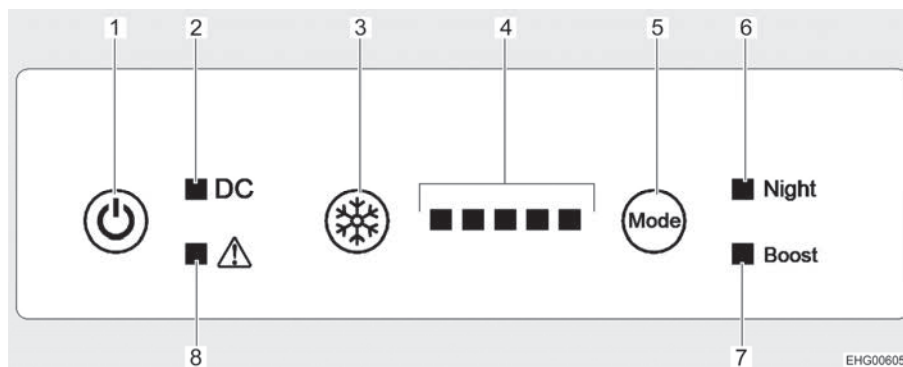

Bild 132 Reglage, knappar (kylskåp)
Slå på: ■ Tryck på På/Av-knappen (Bild 132,1) i en sekund. Summertonen hörs, alla kontrollampor tänds (ljustest) och släcks efter ca 10 sekunder. Endast driftkontrollampen (Bild 132,2) förblir tänd och indikerar att kylskåpet fungerar. Kompressorn startar efter en kort fördröjning.
■ Håll på/av-knappen (Bild 132,1) intryckt i 10 sekunder. Summertonen hörs och alla kontrollampor släcks.
Ställa in kylsteg: ■ Tryck på knappen för kylsteg (Bild 132,3) upprepade gånger tills önskat kylsteg visas. Ju fler kontrollampor (Bild 132,4) som tänds, desto högre kyleffekt (och även energiförbrukning).
Slå på nattläge: ■ Tryck på driftlägesknappen (Bild 132,5) upprepade gånger tills kontrollampen för nattläge (Bild 132,6) lyser. Kylskåpet fungerar nu i nattläge.
Stäng av nattläge: ■ Tryck på driftlägesknappen (Bild 132,5) upprepade gånger tills kontrollampen för nattläge (Bild 132,6) slocknar. Kylskåpet arbetar på nytt i normaldrift.
Slå på boostläge: ■ Tryck på driftlägesknappen (Bild 132,5) upprepade gånger tills kontrollampen för boostläge (Bild 132,7) lyser. Kylskåpet fungerar nu i boostläge.
- Tryck på driftlägesknappen (Bild 132,5) upprepade gånger tills kontroll-lampan för boostläge (Bild 132,7) slocknar. Kylskåpet arbetar på nytt i normaldrift.